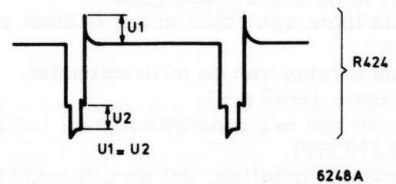

Fig. 17
- Stel R424 nu zodanig in, dat de amplitude van de overshoot, aan het begin van het video-sigitaal, gelijk is aan de amplitude van de lijnsync. impuls (zie fig. 17).